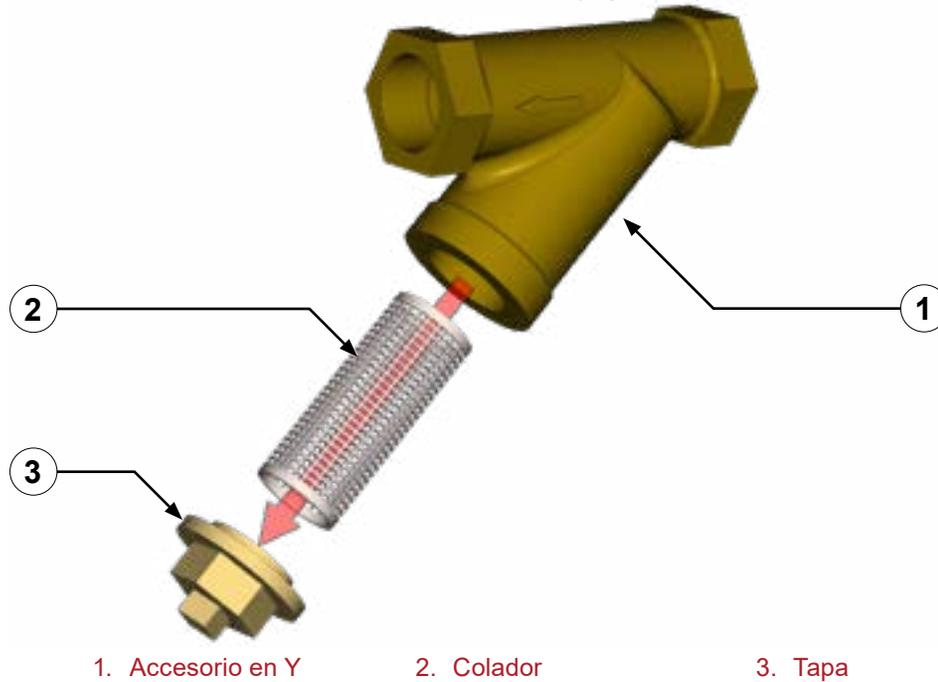

Figura 47
4. Retire la tapa del extremo del accesorio en Y (**Figura 47**).
8. Fije la tapa al accesorio en Y (**Figura 47**).